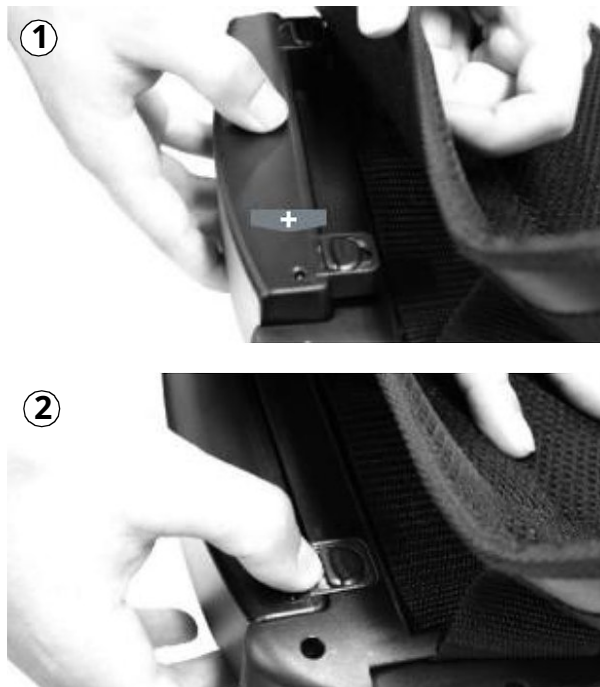

Fig. 28: Inserción de la batería
Paso 1: Deslice la batería en la ranura en la parte posterior de la unidad de filtro hasta que encaje en su lugar. Observe la designación de los polos (Fig. 28, 1).